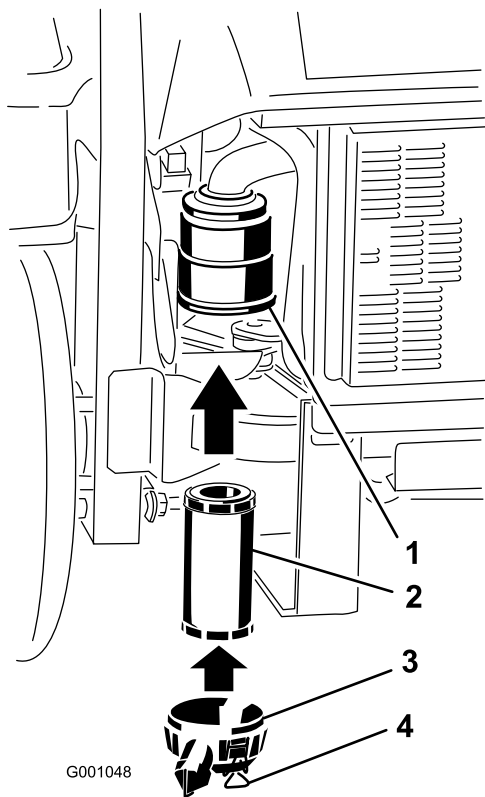

Figura 44
2. Introduzca el filtro con cuidado en la carcasa del limpiador de aire (Figura 44).
3. Instale la tapa del limpiador de aire y fije los cierres (Figura 44).